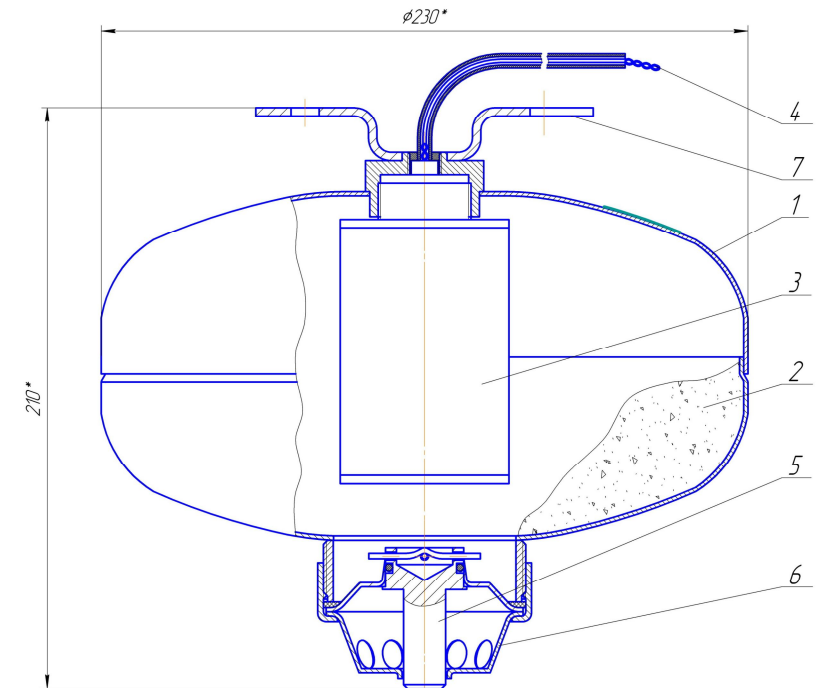

Рис. 2
3.1.1 МПП (Рис. 2) состоит из корпуса 1, в котором размещаются огнетушачный порошок (ОП) 2 и газогенерирующий элемент (ГГЭ) 3 с электроактиватором 4. Соединительные провода электроактиватора 4 выведены через герметичный узел в корпусе МПП. В нижней части корпуса находится устройство с предохранительно-выпускным клапаном 5 и распылителем порошка 6. В верхней части модуль снабжен кронштейном 7 для крепления к потолочному перекрытию.